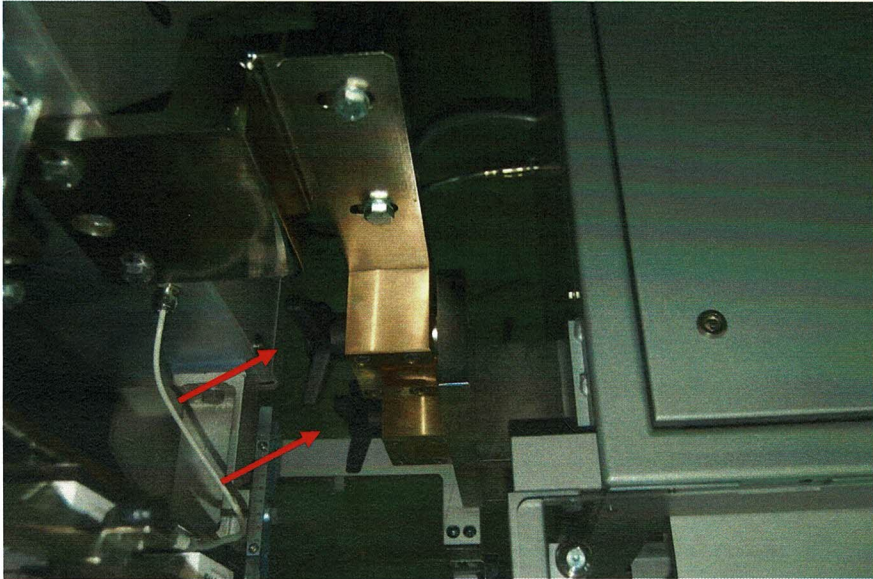

Figure 9-3 Dévisser et enlever les pommeaux de bloc
- Dévisser et enlever les pommeaux de bloc du groupe *alimentation cales* du corps de la machine (fig. 9-3)